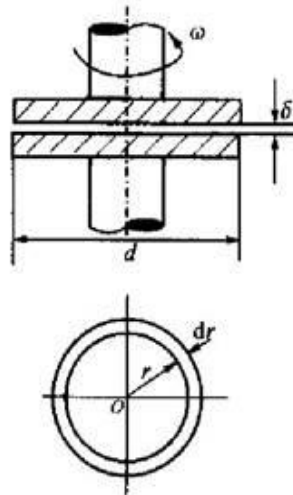

图2 平行圆盘
2. 上下两平行圆盘（图2），直径均为  $d$ ，间隙厚度为  $\delta$ ，间隙中液体的动力粘度为  $\mu$ 。若下盘固定不动，上盘以角速度  $\omega$  旋转，求所需力矩  $T$  的表达式。